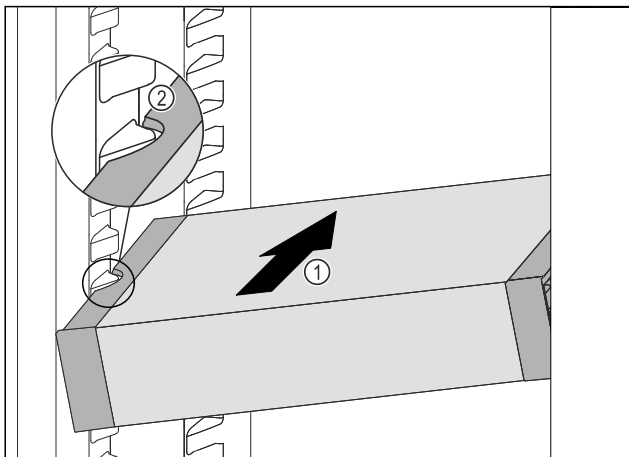

Fig. 94
- Insérer le VarioSafe en biais dans la partie réfrigérateur Fig. 94 (1) jusqu'à ce que les encoches latérales Fig. 94 (2) du VarioSafe se trouvent à la hauteur de la nervure du bac dans la partie réfrigérateur.